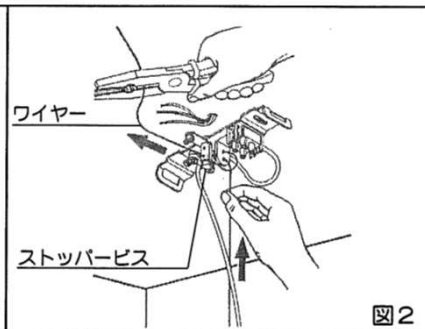

図2
2. ワイヤーでお好みの高さに灯具を調整し、ストッパービスで確実にセットしてください。(図2)